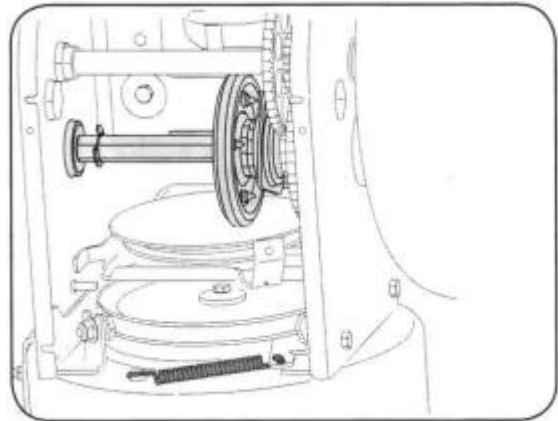

Bild 18
2. Applicera ett tunt lager allvädersuniversalfett på den sexkantiga axeln. Se bild 18.